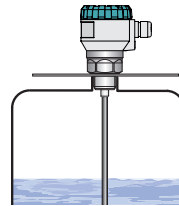

Abb. 7: Installation des Füllstandmessers im nichtmetallischen Tank
- Bei Messungen in nichtmetallischen Tanks, muss am Montageort eine Metallplatte mit einem Durchmesser > 200 mm eingesetzt werden (siehe Abb. 7). Die Metallplatte muss den Gewindeanschlag des Produkts berühren.